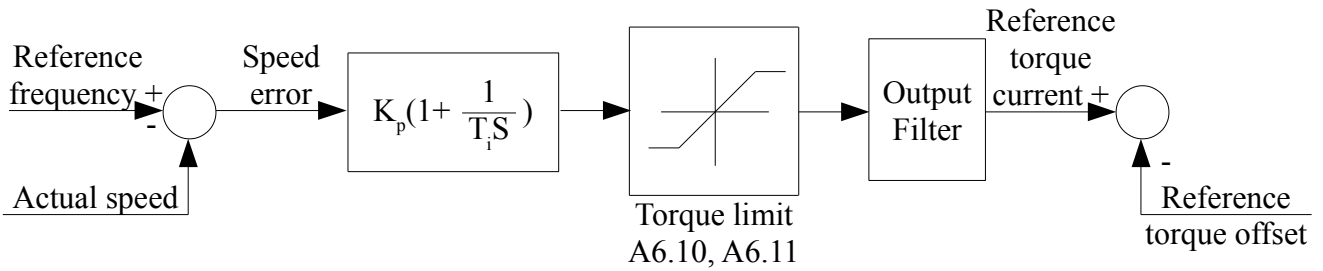

Рис. 6-13 Регулятор скорости
1. Схематично регулятор скорости (ASR) изображен на рис. 6-13. На рисунке K_p - пропорционально усилению P. T_I - интеграл времени I. Когда время интегрирования установлено на 0 ($A5.02 = 0$, $A5.05 = 0$), то интеграл является недействительным и контур скорости — это просто пропорциональный регулятор.